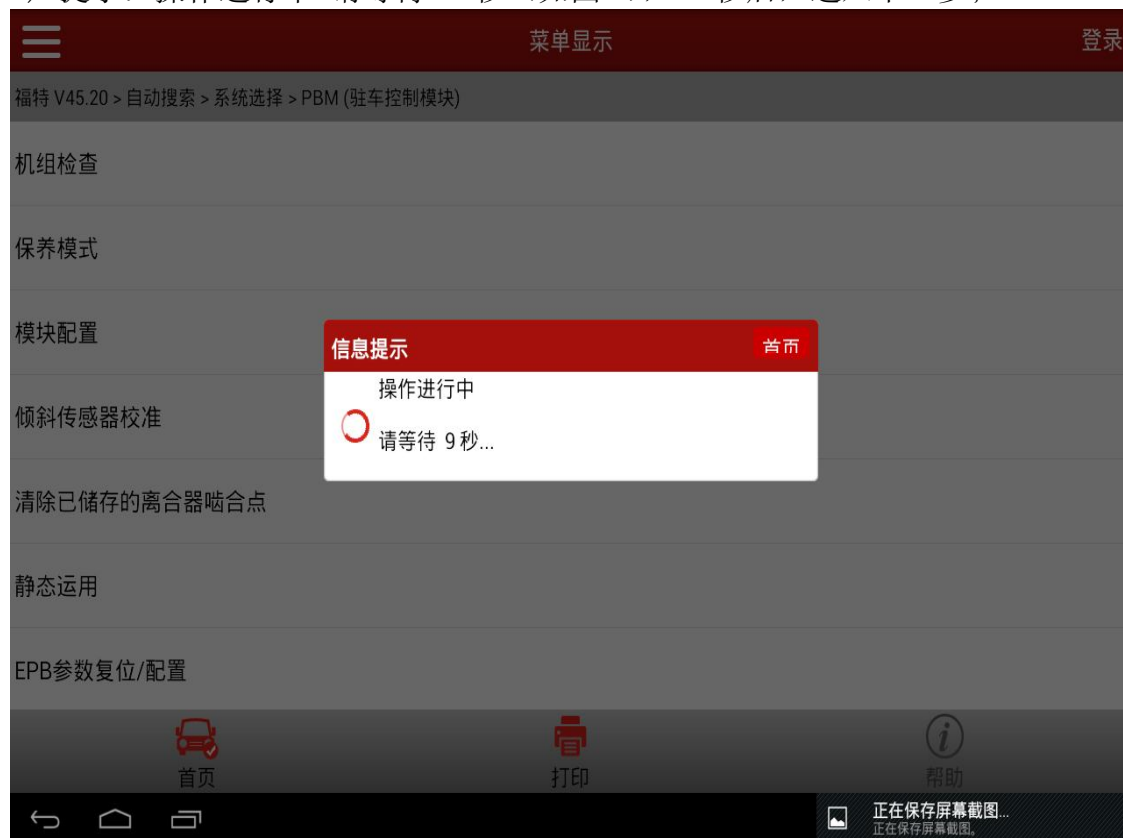

图 4
4). 提示：操作进行中 请等待 10 秒（如图 4），10 秒后，进入下一步；